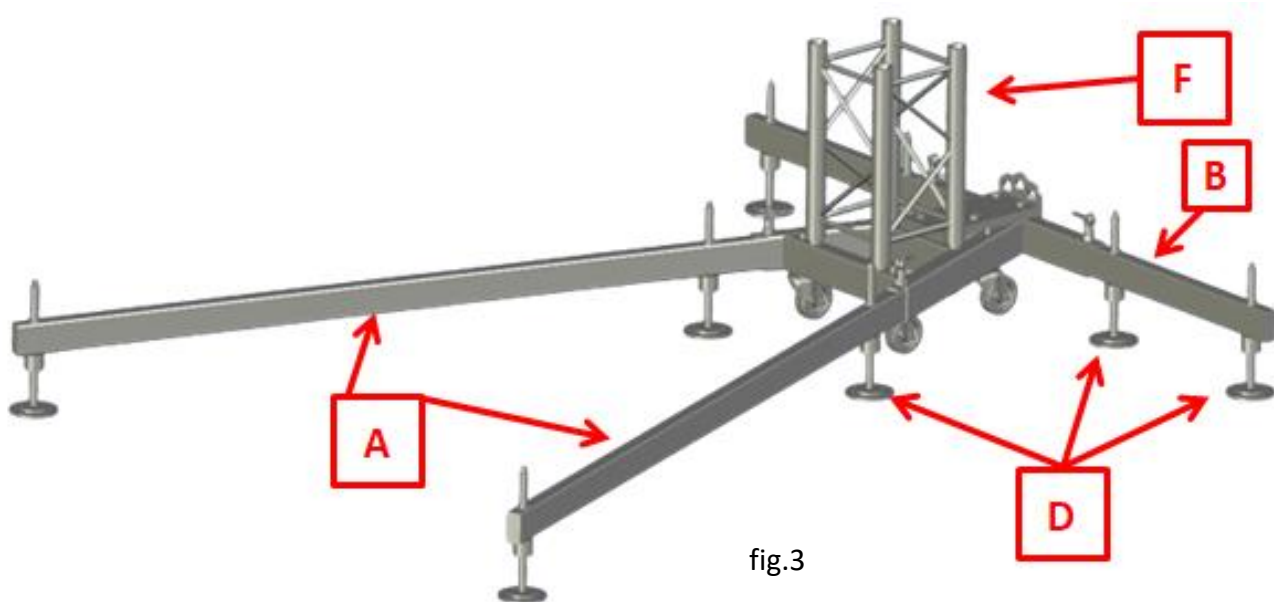

fig.3
a) Assembler la structure (Rep.F) grâce aux demi-manchons présents sur le châssis (fig.3), verrouiller à l'aide des goupilles coniques et goupilles Betas.
b) Stabiliser les 4 pattes (Rep. A et B) à l'aide des vérins de stabilisation (Rep.D), et ainsi obtenir une bonne verticalité de la structure (Rep. F), (fig.3)